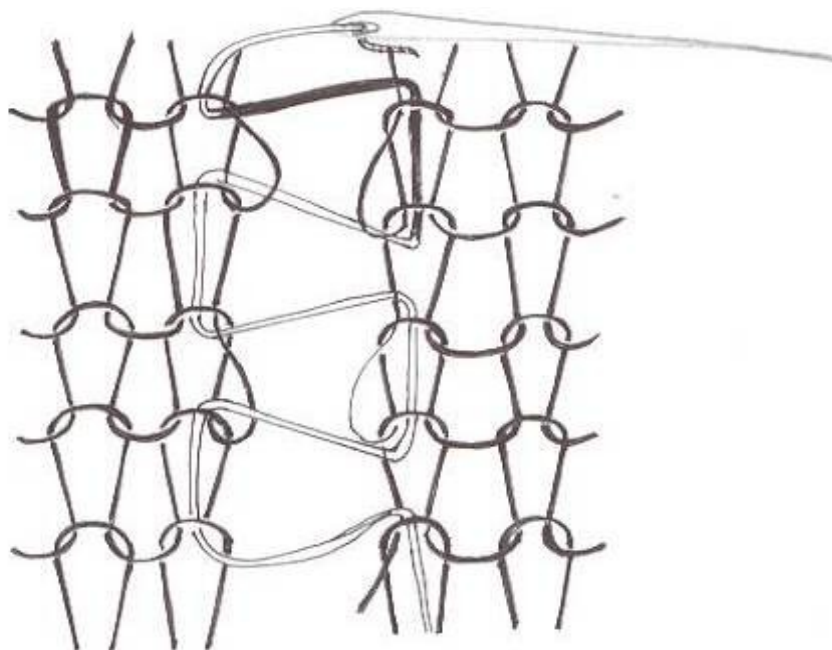

Рис. 6
1. *Соединение деталей по петельному столбику.* При соединении деталей по петельному столбику швейной иглой (рис. 6), иглу продевают в нижнюю петлю крайнего петельного столбика одной детали с лицевой стороны на изнаночную, а затем возвращают на лицевую через следующую петлю этого же столбика. После этого иглу продевают в нижнюю петлю крайнего петельного столбика 2-ой детали с лицевой стороны на изнаночную.